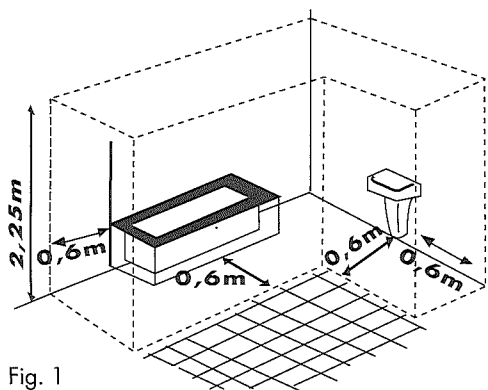

Fig. 1
Installez l'appareil en dehors de la zone de sécurité indiquée figure 1.
- les distances dans fig 1,2,3 4 soient respectées.